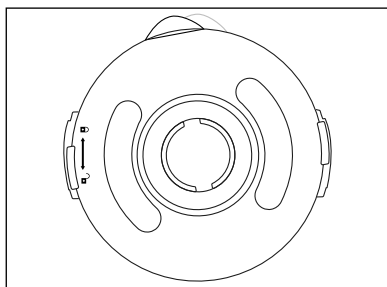

Fig. 1
- 1) Drej blenderkanden ③ i retning mod uret, indtil blenderkandens håndtag står over positionen . Tag blenderkanden ③ lodret op fra motorblokken ⑥.
- 2) Fjern låget ② ved at dreje det mod uret i retning af position  (se fig. 1), indtil du kan tage det af oppefra.